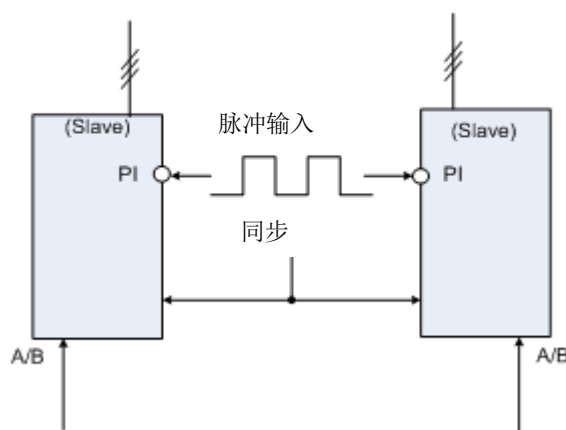

图 4.3.30 脉波输入之同步化操作
- 将脉波输入(端子PI)所收到的串行脉波转换成一同步化的频率指令，而同步化指令(SYNC)使频率参考可被执行。关于使用脉波输入的同步化操作，参照图4.3.30。